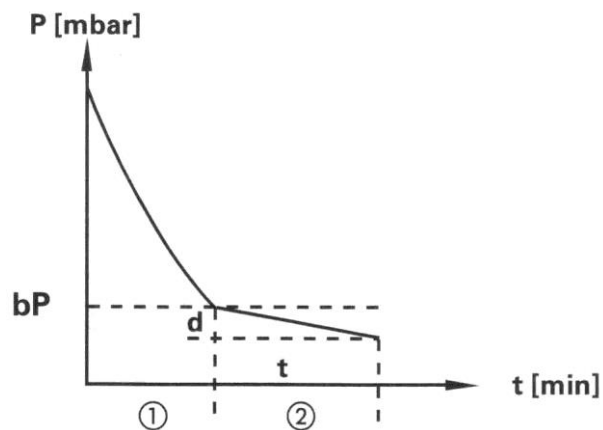

Fig. 5 : Schéma de régulation en mode de fonctionnement automatique : évacuation contrôlée
- ❶ Evacuation rapide du système jusqu'au premier point de distillation (bp.), qui est trouvé automatiquement.
- ❷ Fonctionnement en hystérésis.
6.4.2 Evacuation contrôlée (voir Fig. 5)